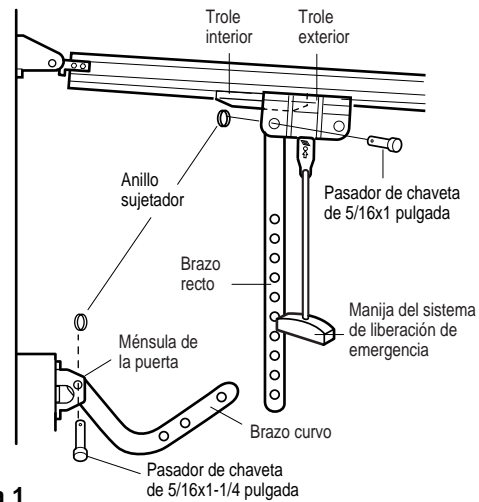

Figura 1
- Marque y taladre dos orificios de 0.78 cm (5/16 de pulg.) para los sujetadores a la derecha y a la izquierda. Sujete la ménsula al refuerzo vertical (si éste existe), como se muestra en la Figura 1.
#### • Figura 1: